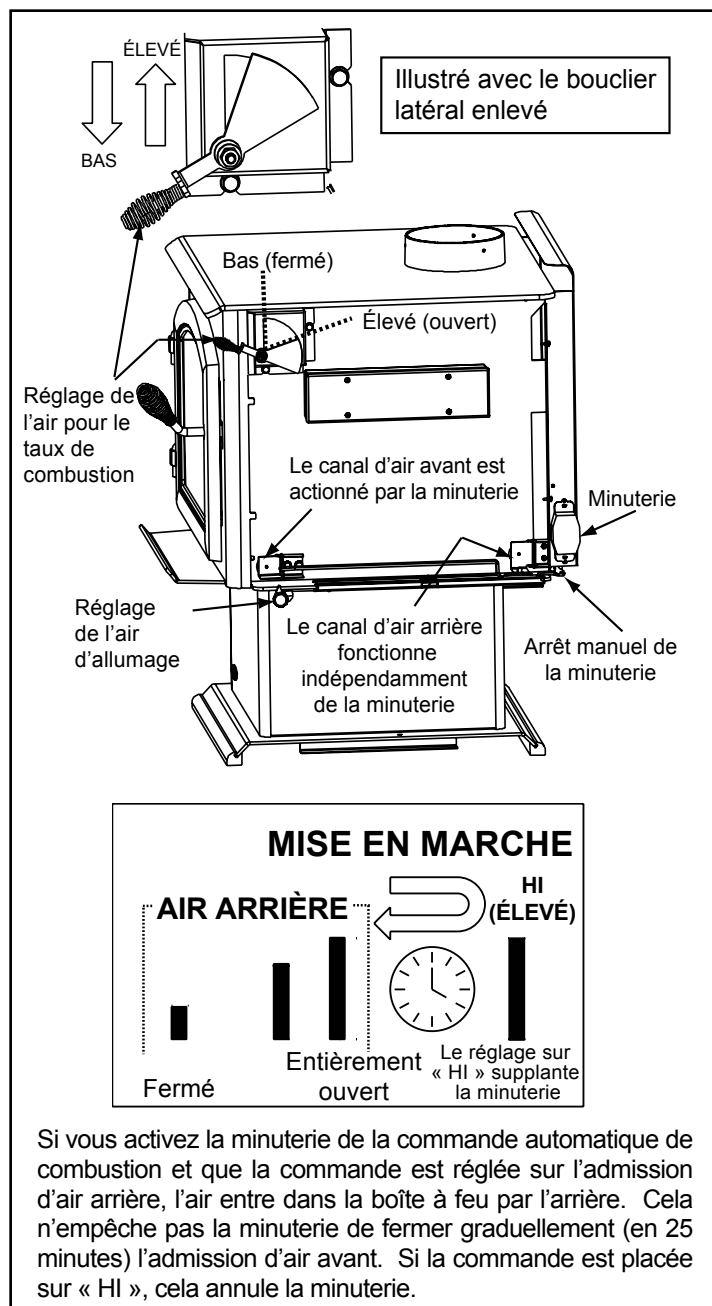

Figure 28.1
Cette admission d'air est située en haut sur l'avant de la boîte à feu, près du bord supérieur de la porte vitrée. Cet air préchauffé fournit l'oxygène nécessaire au mélange des gaz non brûlés pour créer une deuxième, troisième et quatrième combustion. Cet air est régulé par le réglage du taux de combustion. Il existe quatre réglages : moyen, moyen-haut, moyen-bas et bas. Si la commande est tout en haut, elle est sur le réglage maximum ; si elle est tout en bas, elle est sur le réglage minimum. **Figure 28.1.**
1. Cet appareil est équipé d'une minuterie (commande automatique de combustion) qui maximise le rendement du poêle sans l'intervention du propriétaire. Suivez les instructions ci-dessous pour régler l'air d'allumage et le taux de combustion. **Figure 28.1.**